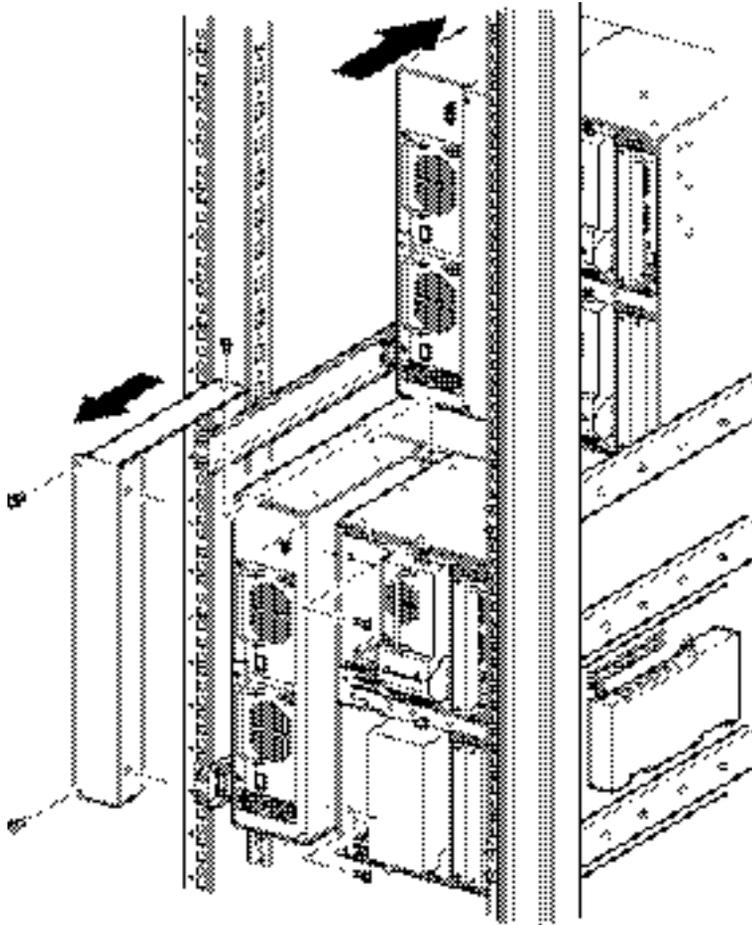

Figura 2-9. Rimozione della piastra di copertura del meccanismo PTM (MSL5052)
IMPORTANTE: In caso contrario, sarà necessario estrarre in sequenza ciascuna libreria dalla parte anteriore del cabinet Compaq per poter accedere alla vite della copertura superiore del meccanismo PTM di una libreria inferiore. Vedere la Figura 2-9 per la posizione delle viti.
- c. Utilizzando un cacciavite Phillips n. 2, rimuovere le viti che fissano la piastra di copertura del meccanismo PTM sulla parte posteriore dello chassis di ciascuna libreria (vedere la Figura 2-9).